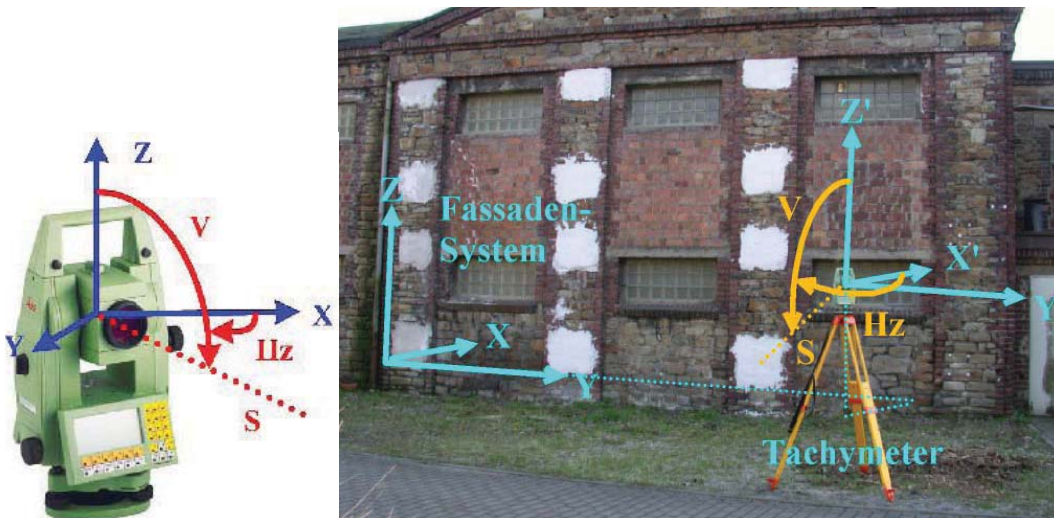

Abb. 1: Tachymeter und Prinzip der Polaren Vermessung / Absteckung
Das Prinzip der polaren Vermessung (s. Abb. 1) beruht darauf, mit einem Vermessungsgerät (Tachymeter) die Polarelemente Horizontalrichtung (Hz), Vertikalwinkel (V) und Strecke (S) zu bestimmen und in dreidimensionale, rechtwinklige Koordinaten XYZ umzurechnen. Mit Hilfe von Passpunkten (im vorliegenden Fall auf die Fassade aufgeklebten Messmarken) ist es möglich, dieses Koordinatensystem jederzeit wieder herzustellen. So ist es, bei entsprechenden Orientierungsmessungen und Berechnungen möglich, die Fassade von verschiedenen Gerätestandpunkten aus zu vermessen und die Befestigungspunkte der Fassadenelemente zu einem späteren Zeitpunkt abzustecken. Als Vermessungsgerät wurde ein Tachymeter TCRM1102 der Firma Leica eingesetzt, das zum Zeitpunkt der Anschaffung als einziges kommerzielles Vermessungsgerät die Hauptanforderungen erfüllte: reflektorlos messend und über Servomotoren ansteuerbar.